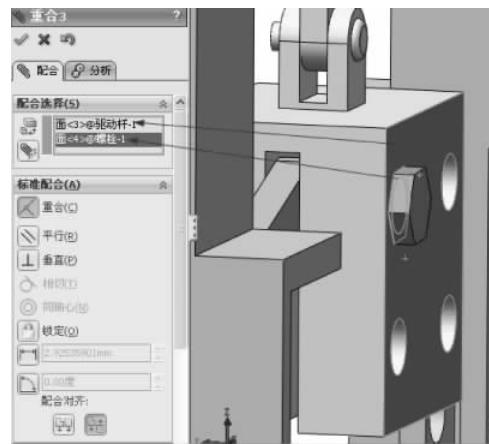

图 3-112 重合配合
(7) 继续进行配合操作,在【标准配合】选项组下选择【重合】配合类型  ,在【配合选择】选项组下的选择框中选择驱动杆侧表面和螺栓一端面,如图 3-112 所示,单击【确定】按钮  ,完成重合的配合。